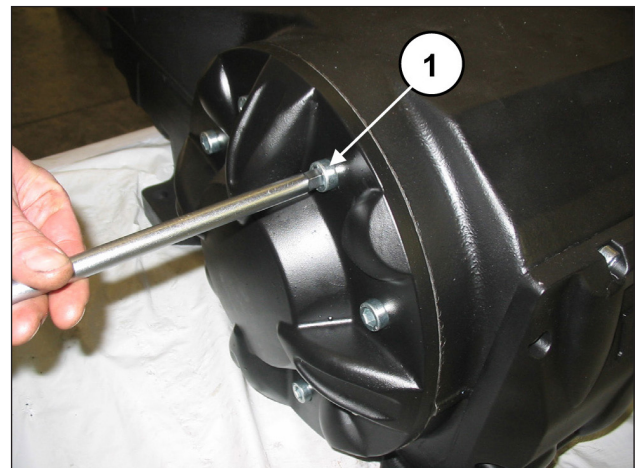

Abb. 4
Lösen Sie auf der gegenüberliegenden Seite die Befestigungsschrauben des Lagerdeckels (Pos. ①, Abb. 4) und entfernen Sie den Deckel.